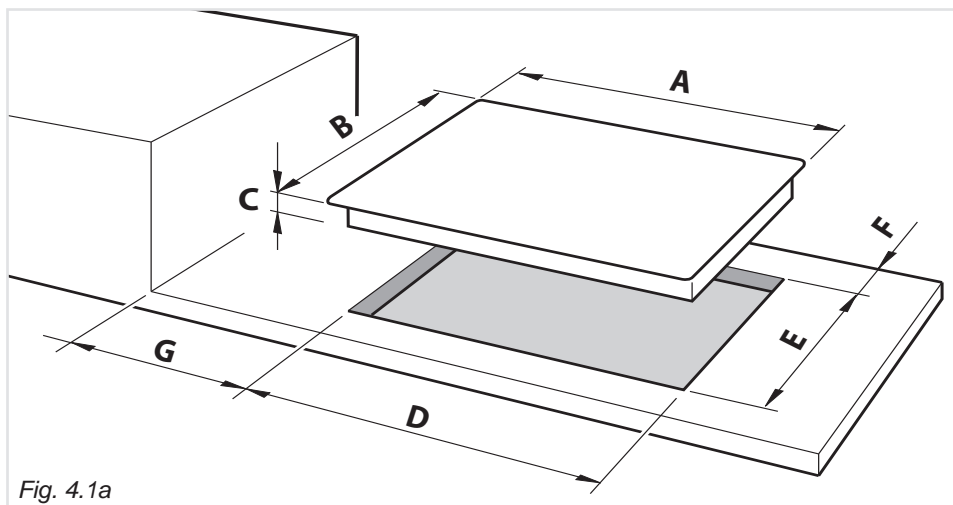

Fig. 4.1a
- La parete dietro il piano cottura deve trovarsi ad una distanza non inferiore a 60 mm (dal bordo posteriore dello spacco nel mobile - fig. 4.1a).
- Tagliare il mobile secondo le dimensioni in fig. 4.1a.